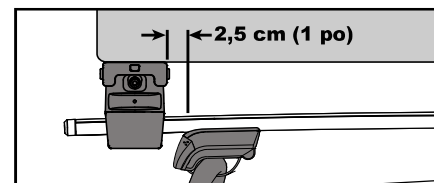

fig. 2
- Ne pas positionner la quincaillerie de montage à plus de 2,5 cm (1 po) à l'extérieur des pieds (voir la figure 2).